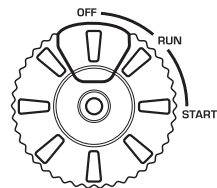

Fig. 9
3. Tournez l'interrupteur multifonction en position OFF (Fig. 9).